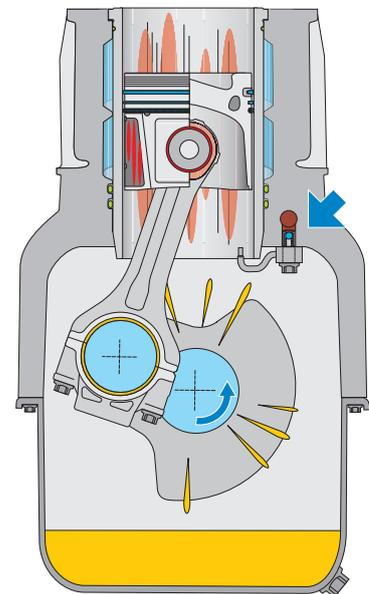

Abb. 1: Mangelschmierung bei exzessivem Leerlaufbetrieb
Schmutz und Abrieb werden nicht abgewaschen und verursachen bereits im Einlauf erhöhten Verschleiß (Abb. 1).
- Das Druckventil (Pfeil in Abb. 1) für die Kolbenspritzkühlung öffnet im Leerlauf nicht. Der Kolben wird nicht gekühlt und zu wenig abtropfendes Öl führt zu Mangelschmierung am Kolbenbolzen und der Pleuellagerbuchse.